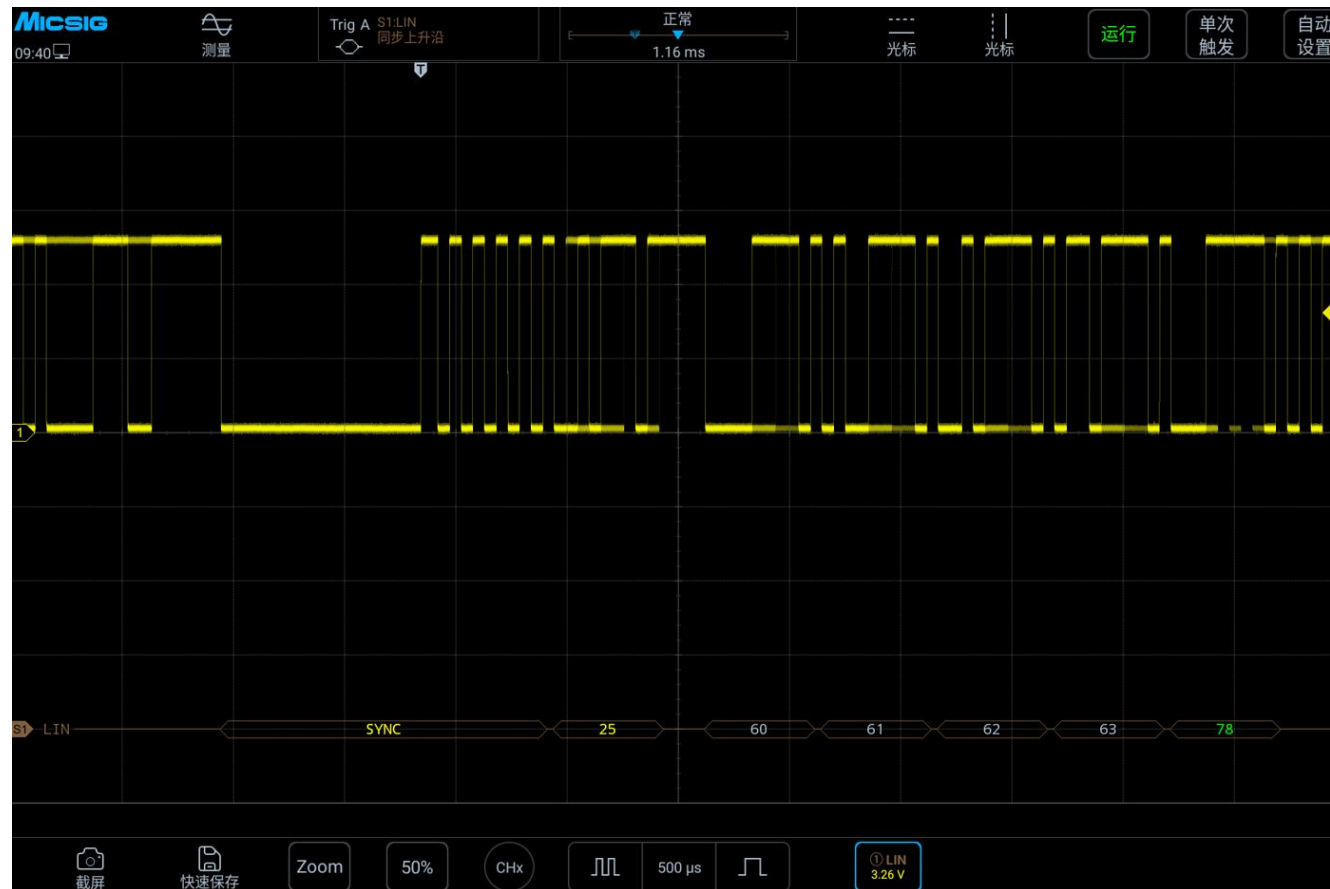

图 12-12 LIN 总线解码结果
- (1) 轻点 S1 打开解码通道，再次点击打开总线配置菜单；
- (2) 选择总线类型为“LIN”，依次点选“Ch1”“空闲高”“19.2kb/s”，然后关闭菜单；
- (3) 打开触发方式配置菜单，点选“同步上升沿”；
- (4) 点按，打开解码通道阈值电平调节框，上下拖动调节框可以调节阈值电平；根据信号的幅值电平调节阈值电平使信号稳定触发。LIN 触发图形界面见图 12-12：